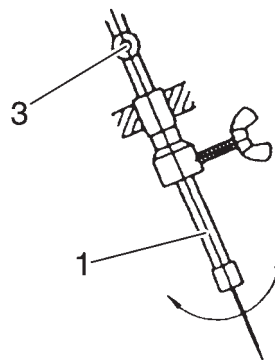

Рис. 17
- Слегка ослабьте крепежный винт 3 стержня игловодителя (рис. 17).
- Затяните крепежный винт 3 стержня игловодителя 1 (рис. 17).